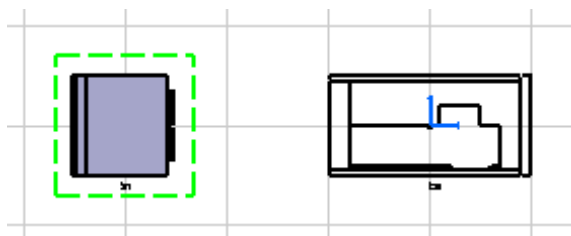

图 7-6
(2) Projection View  (点击  右下方倒三角形), 自动生成侧视图 (见图 7-6)。